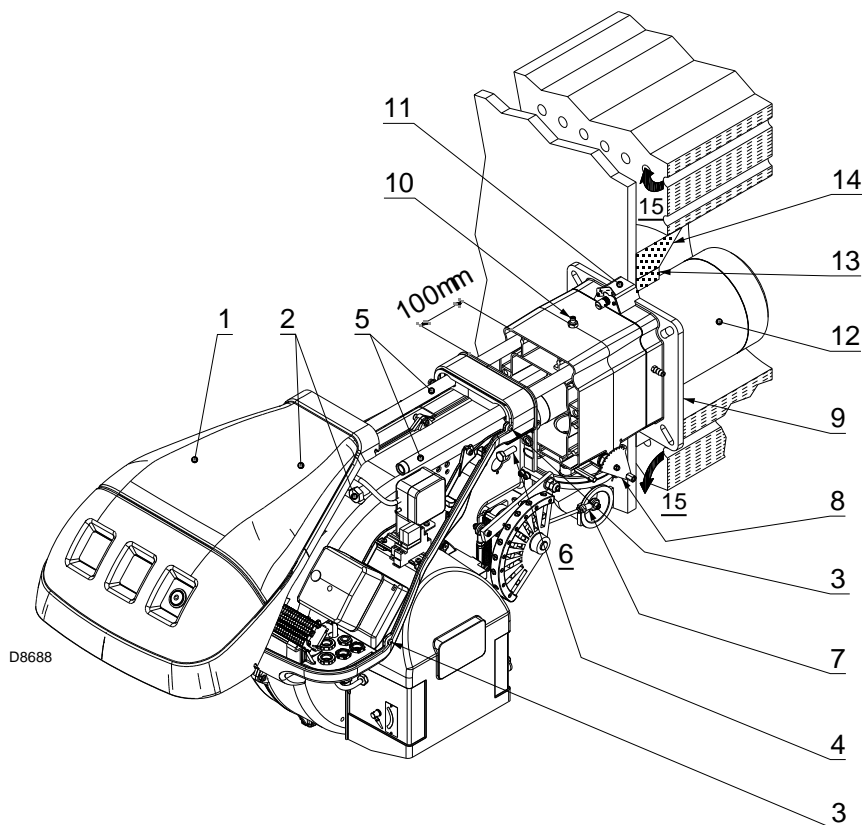

图 12
燃烧筒 12)( 图 12) 长度的选择必须符合锅炉制造商的要求, 在任何情况下都应长于锅炉炉门安装炉补后的厚度。
带前烟道 15)( 图 12) 或中心回焰式炉膛的锅炉其使用耐火材料制成的保护性炉补 13) 必须装于锅炉炉补 14) 和燃烧筒 12) 之间。
从燃烧器上取下燃烧头，如图 图 12 所示。
一旦上述操作（如必要）已经完成，固定法兰 11)( 图 12) 到锅炉上，并在中间插入随附的隔热垫 9)( 图 12)。
- 将燃烧器重新装回到滑杆 3) 上，距管路连接处 4) 约 100mm，此时燃烧器位置如图 12 所示；